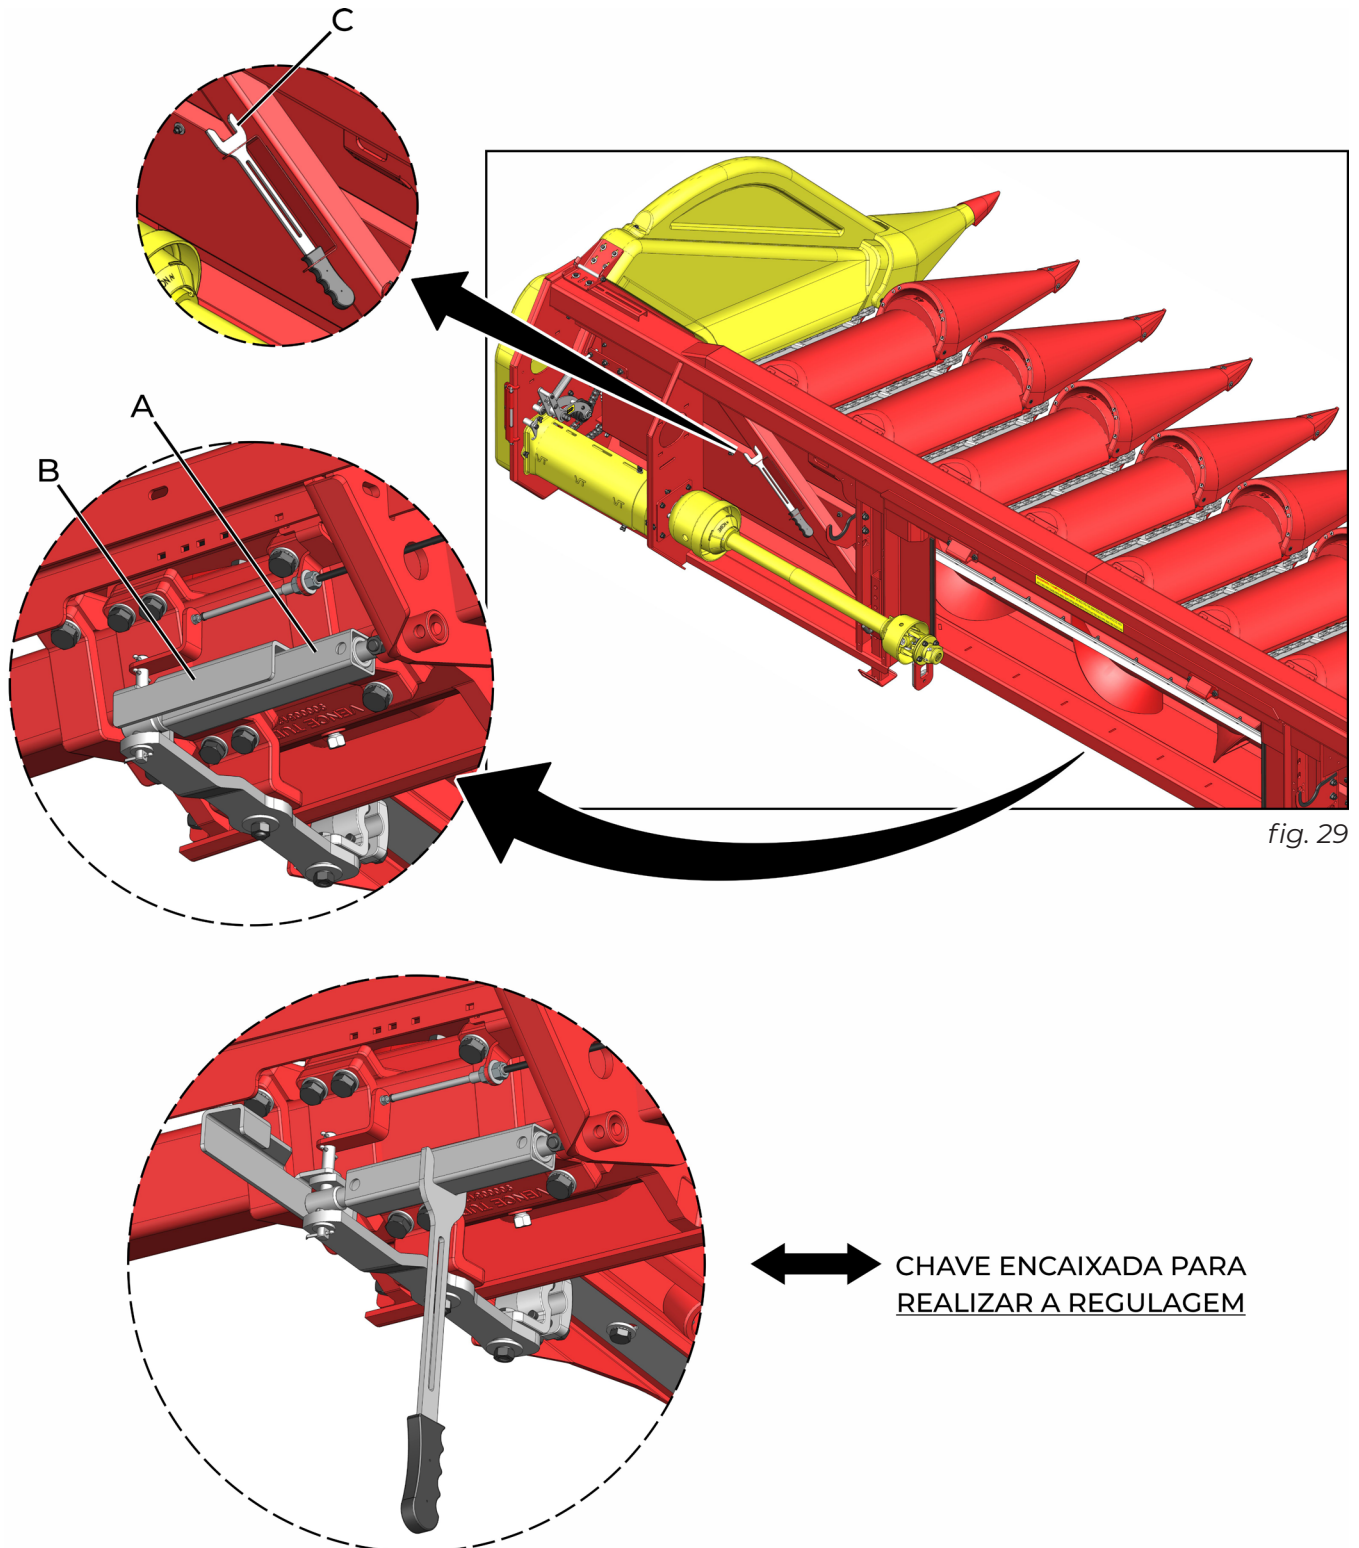

fig. 29
Este sistema possui um regulador (A) (fig. 29) na parte inferior da plataforma, este ao ser ajustado, regula de forma simultânea as chapas despigadoras de todas linhas.